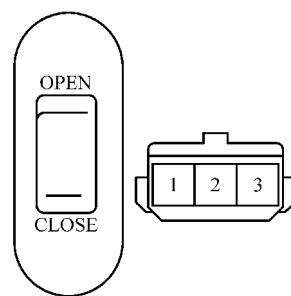

图 10-73 天窗控制开关
- 2) 如图 10-73 所示, 将天窗控制开关置于 OFF 位置, 用万用表 R×1Ω 档检查该开关 1、2、3 端子间的导通情况, 应不导通。